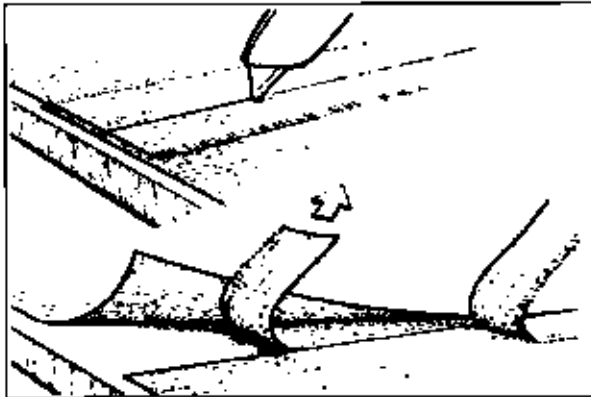

Abb. 8-15 Um einen scharfen Stoß in überlappenden Geweben zu erzielen, schneiden Sie die Überlappungen mit dem Teppichmesser an einem Stahllineal ab.
- d. Die Fläche unter der Überlappung wird nachgetränkt und geglättet (Abb. 8-15).